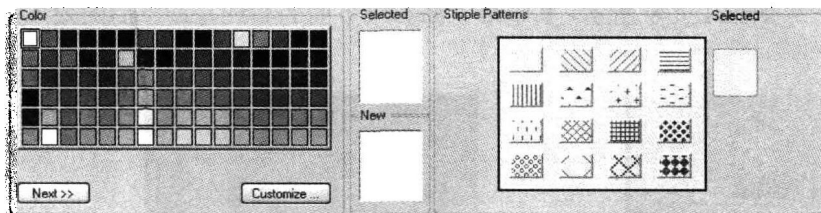

图 1-4-3 Cadence 16.5 颜色设置
1) 点画模式的高亮显示 Allegro 16.5 新增点画模式 (Stipple Patterns), 在对对象进行颜色指定和高亮显示时, 都可以设定点画模式, 颜色设置界面如图 1-4-3 所示。